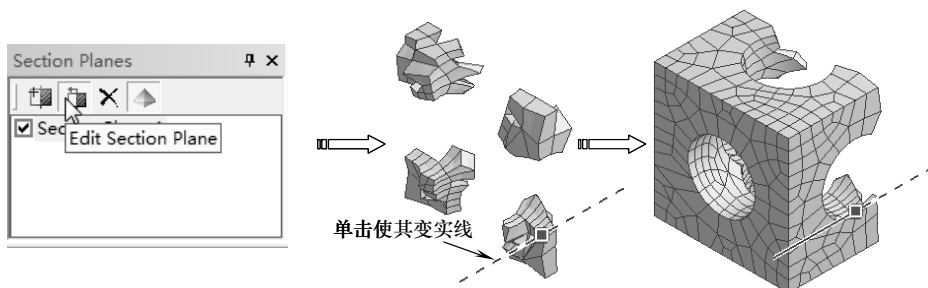

图 3-111 显示实线侧网格
4) 在【Section Planes】窗口中单击【Edit Section Plane】按钮, 图形区显示一条半虚半实线, 单击虚线侧将其变成实线, 此时图形区显示实线侧处的单元, 如图 3-111 所示。